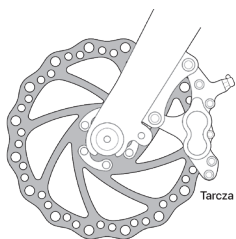
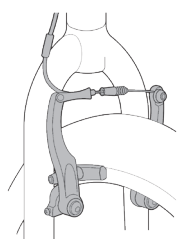

fig. 14
fig. 15
1. Jeśli rower jest wyposażony w hamulce szczękowe, odłącz szybkozamykacz hamulca, aby zwiększyć odstęp pomiędzy oponą a klockami hamulcowymi (zobacz Rozdział 4.C. rys. 14 do 17, s. 20 i 21).
1. W przypadku rowerów z przerzutkami: ustaw tylną przerzutkę na najwyższe przełożenie (najmniejsza, najbardziej zewnętrzna tylna zębatka). Jeśli rower jest wyposażony w przekładnię w tylnej piaście, przed rozpoczęciem zdejmowania tylnego koła skontaktuj się ze sprzedawcą lub zapoznaj się z instrukcjami producenta piasty. Jeśli rower jest wyposażony w jedno przełożenie oraz hamulec szczękowy lub tarczowy, przejdź do kroku (4) poniżej.
2. Jeśli rower jest wyposażony w hamulce szczękowe, odłącz szybkozamykacz hamulca, aby zwiększyć odstęp pomiędzy obręczą koła a klockami hamulcowymi (zobacz Rozdział 4.C. rys. 14 do 17, s. 20 i 21).
3. Niektóre hamulce rowerowe, takie jak hamulce tarczowe (rys. 14) i hamulce szczękowe typu V-brake (rys. 15) są bardzo silne. Podczas poznawania tych hamulców należy zachować szczególną ostrożność i obsługiwać się z nimi rozważnie w trakcie użytkowania.
Upewnij się, czy możesz wygodnie dosięgnąć dźwigni hamulcowych i wcisnąć je. Jeśli masz zbyt małe ręce, aby wygodnie operować dźwigniami, przed rozpoczęciem jazdy na rowerze skontaktuj się ze sprzedawcą. Odległość dźwigni od kierownicy może zostać dostosowana lub może się okazać, że konieczne jest zastosowanie innej konstrukcji dźwigni hamulcowej. Większość hamulców szczękowych posiada pewien rodzaj szybkozamykacza w celu stworzenia wystarczającego luzu między oponą a klockami podczas zdejmowania lub zakładania koła. Gdy szybkozamykacz hamulca znajduje się w pozycji otwartej, hamulce nie działają. Skonsultuj się ze sprzedawcą w celu upewnienia się, że rozumiesz działanie szybkozamykacza hamulca w rowerze (zobacz rys.14, 15, 16, 17 i 18) i sprawdzaj przed każdą jazdą, czy oba hamulce działają poprawnie.